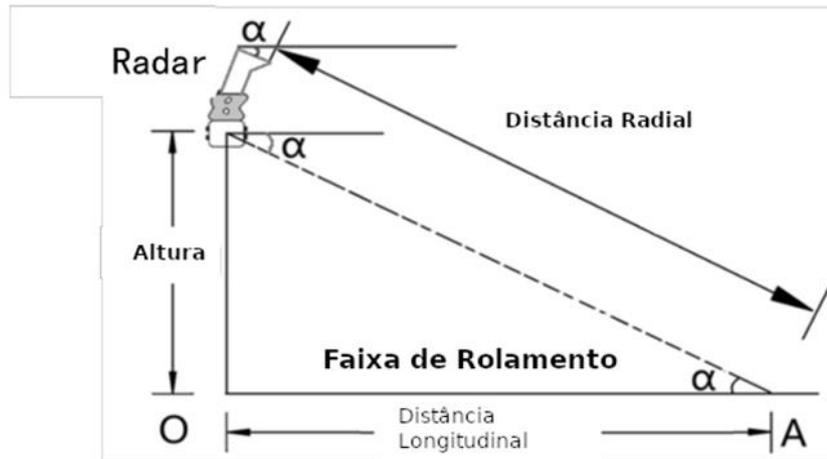
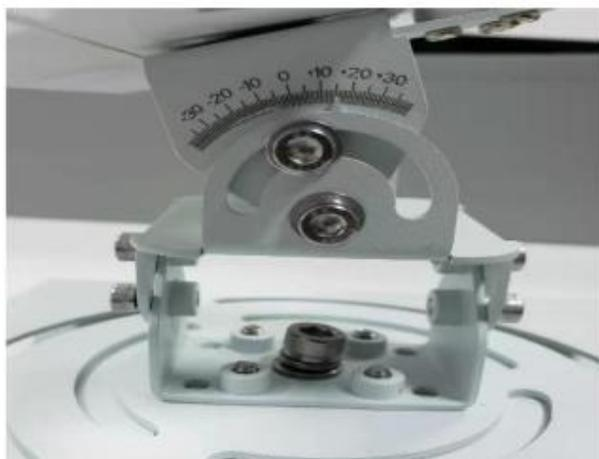

Figura 2 – Diagrama de ajuste del ángulo de inclinación
Figura 5 – Detalle del Ángulo de Inclinación del Radar
- 2) Combinado con la altura de instalación como se muestra en la Figura 2, ajuste la actitud del radar de modo que el ángulo de inclinación α del radar sea igual al valor del ángulo proporcionado en la tabla, y el ángulo de inclinación final sea $(\gamma+\alpha)$ en la escala lateral, con el error permitido de $\pm 1^\circ$. Si el radar está instalado a una altura de 7 metros H, el ángulo de inclinación inicial es de 0° y el ángulo de inclinación del radar $(\alpha+\gamma)$ es de 15° (Figura 5).